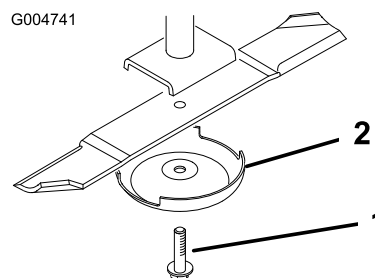

Figure 114
3. Enlevez le boulon, la coupelle de protection et la lame de l'axe de pivot (Figure 114).